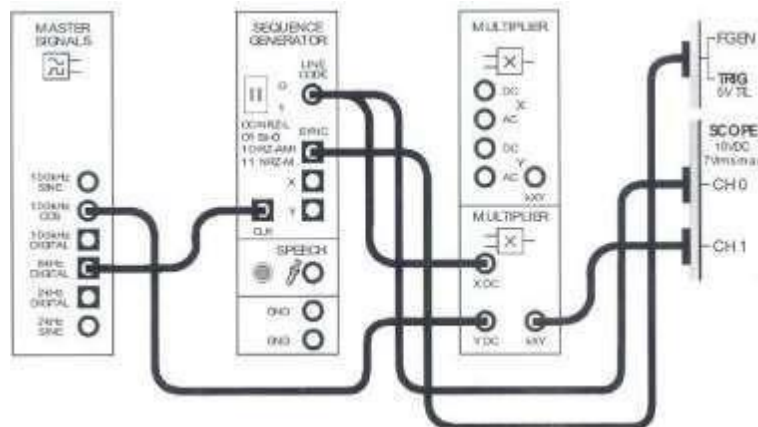

Figura 9.1
2. Conectar una señal de 8KHz DIGITAL a la entrada CLK del SEQUENCE GENERATOR, una señal 100KHz COS a la entrada YDC del MULTIPLIER, la salida LINE CODE del SEQUENCE GENERATOR a la entrada XDC del MULTIPLIER, la salida SYNC se conecta a la entrada TRIG (Figura 9.1).